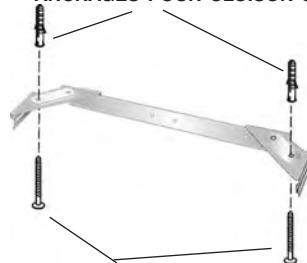

FIG. 8
- Fixez l'ensemble du support au plafond à l'aide de 2 vis de montage de 4,8 x 38 mm et des ancrages pour cloison sèche. Fig. 8. Veillez à ce que le support soit poussé à fond contre la paroi au niveau du coin et soit centré au-dessus de la hotte.